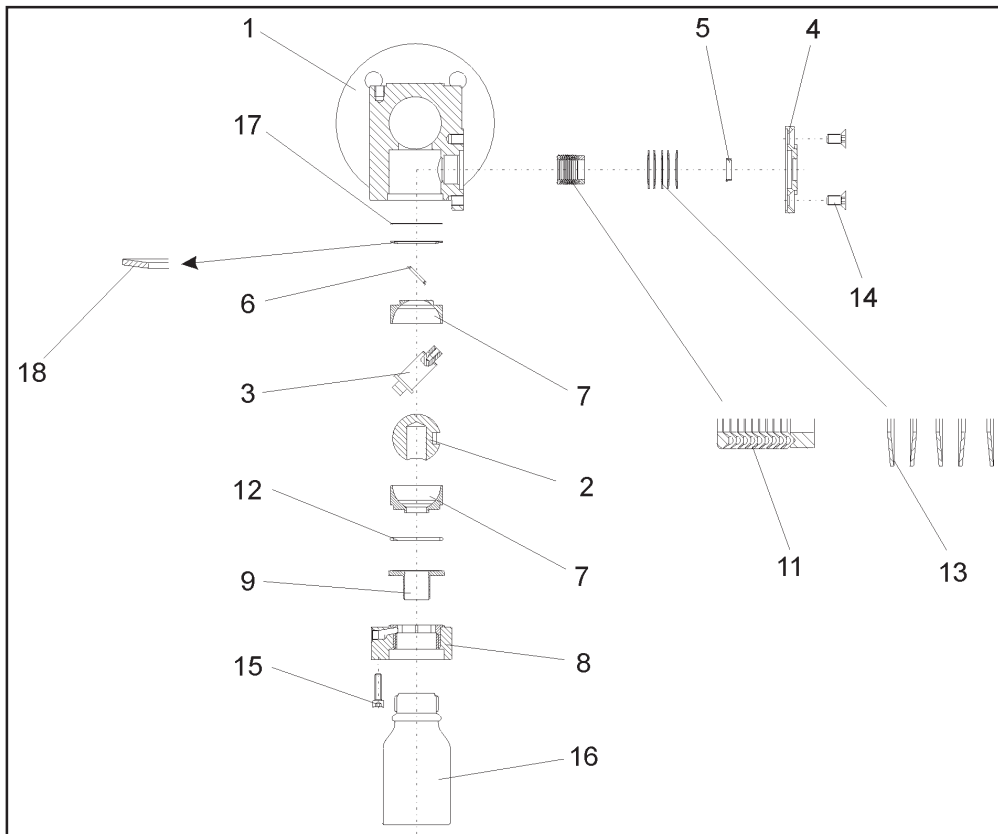

Bild 3 - Explosionszeichnung des Probenehmerhahns BR 27a
Die Dichtscheibe (17) und die Tellerfeder (18) werden in das Gehäuse eingelegt. Die Lage der Tellerfeder ist der Explosionszeichnung (Bild 3) zu entnehmen. Die Lagerbuchse (6) zur späteren Lagerung der
Die PTFE - Dachmanschettenpackung (11) wird in der Reihenfolge PTFE-Grundring, PTFE-V-Ringe und Stahl-V-Ring zusammen in die Gehäusebohrung eingefügt. Anschliessend wird der Tellerfedersatz (13) eingebracht. Die Anordnung der Dachmanschetten sowie der Tellerfedern ist der Explosionszeichnung (Bild 3) zu entnehmen. Die Senkschrauben (14) werden eingefettet. Die Stopfbuchse (4), vormontiert mit der Lagerbuchse (5) wird aufgesetzt und mit den Senkschrauben justiert. Anschliessend werden die Schrauben gleichmässig und wechselseitig angezogen.